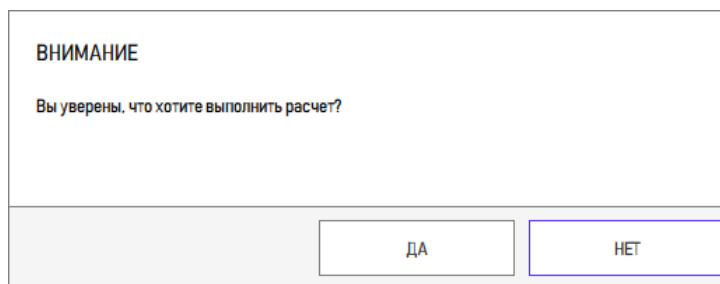

Рисунок 211 – Диалоговое окно выполнения расчета
6) В появившемся окне подтвердить выполнение расчета, нажав кнопку «Да» (рисунок 211).